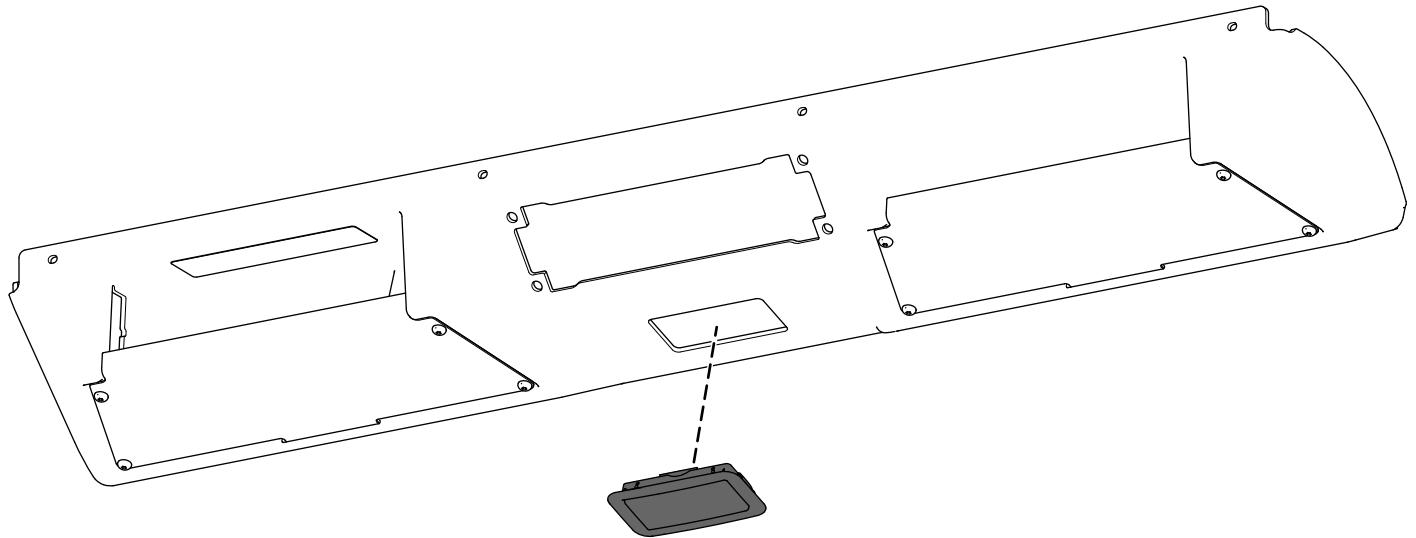

Figura 3
1. Instale a luz do teto na consola superior (Figura 3).